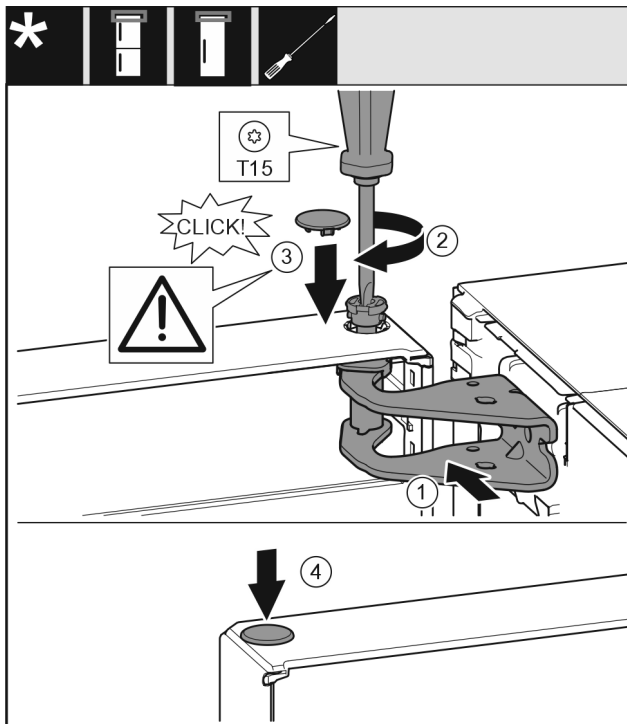

Fig. 20
- ▶ Vrata zgoraj poravnajte z odprtino v ležajnem podstavku Fig. 20 (1).
- ▶ Vstavite sornik Fig. 20 (2) in ga zategnite z izvijačem.
- ▶ Vstavite pokrov Fig. 20 (3).
- ▶ Preverite, ali pokrov Fig. 20 (3) pravilno leži na vratih.
- ▶ Vstavite pokrov Fig. 20 (4).